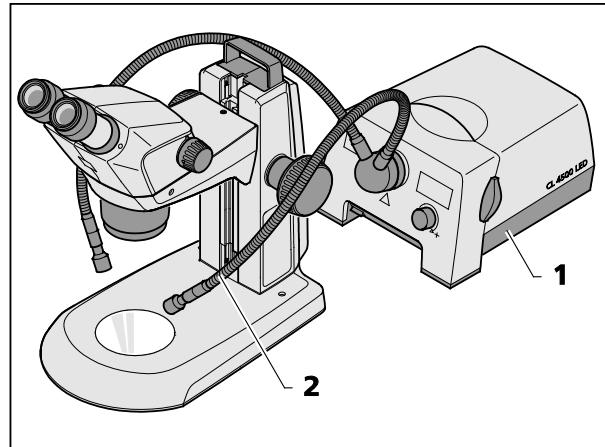

Fig. 15 Montage de l'éclairage externe à fibre optique
- Allumez la source d'éclairage externe à fibre optique (Fig. 15/1), réglez l'intensité lumineuse et courbez les deux flexibles en col de cygne (Fig. 15/2) de façon à éclairer l'objet de manière optimale.